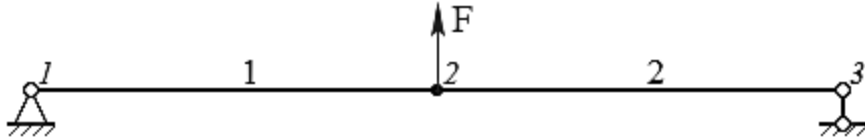

Рис. 5.5 – Схема балки к заданию 5
5. Дана балка с шарнирно-неподвижной и шарнирно-подвижной опорами (см. рис. 5.5). К конструкции приложена сосредоточенная сила  $F = 4$ , кН, направленная перпендикулярно к продольной оси балки. Длины участков балки:  $l_{12} = l_{23} = 3$  м. Определить числовые значения реакций, возникающих в шарнирных опорах.